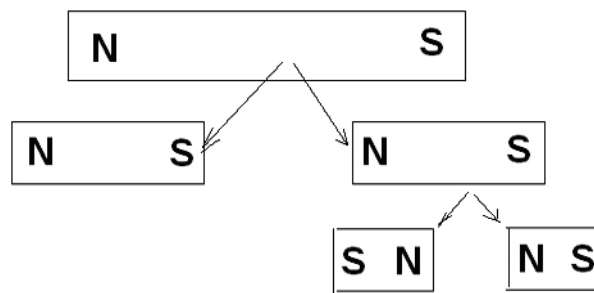

Figura 134 – Cortando um ímã, sempre surgem novos polos
Os polos Norte (N) e Sul (S) de um ímã são inseparáveis, pois quando o cortamos no meio, novos polos surgem de modo que sempre tenhamos um ímã completo. Na figura 134 podemos observar essa importante propriedade dos ímãs.